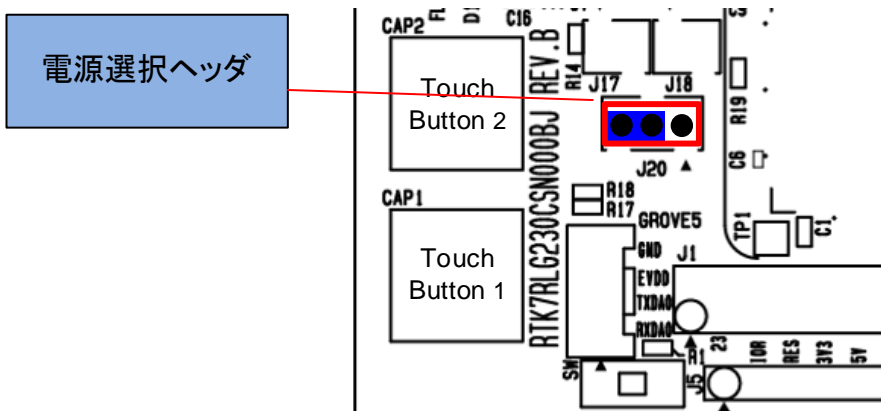

図 5-6: 3.3V 使用時のヘッド設定(部品面)
- ・ J20 オープン：エミュレータ/外部電源供給を選択。(図 5-6)